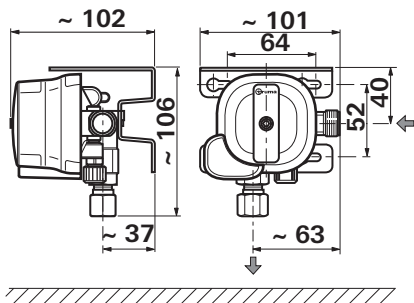

Figura 1: Medidas en mm: La representación no es a escala.
- Para garantizar un funcionamiento correcto, el regulador de presión de gas debe montarse verticalmente en una pared / techo estable de la caja de botellas de gas y atornillarse con al menos 2 tornillos dispuestos en diagonal. La conexión de salida siempre debe apuntar hacia abajo (figura 1). Se debe tener en cuenta el sentido de montaje.